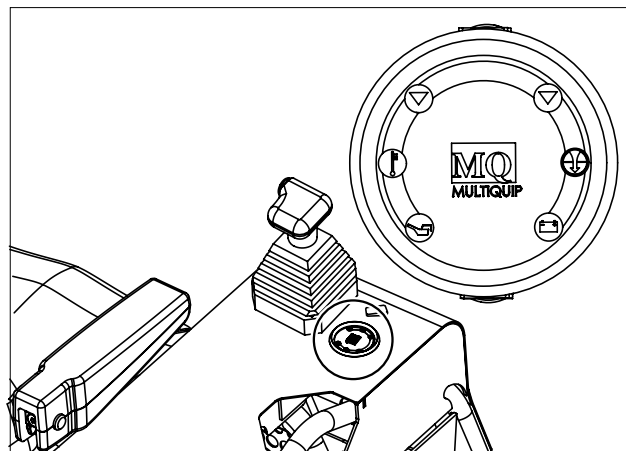

Abb. 10. Öl- und Ladezustandsleuchten
5. Den Zündschlüssel im Uhrzeigersinn auf die Startposition drehen. Die **Öl-** und **Ladezustandsleuchten** (Abb. 10) sollten leuchten.